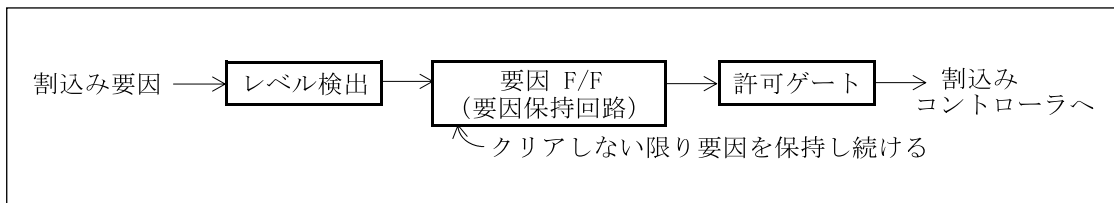
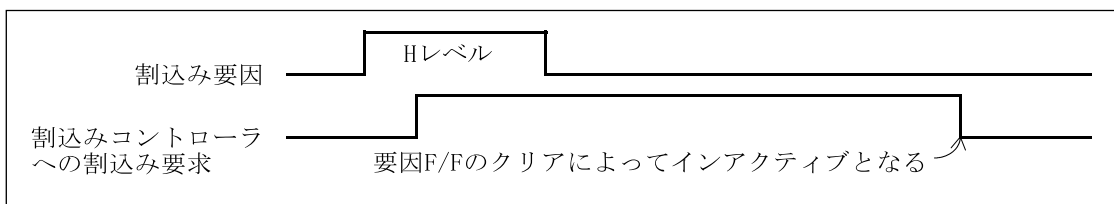

図 15.4-1 レベル設定時の要因保持回路のクリア
図 15.4-2 割込み許可時の割込み要因と割込みコントローラへの割込み要求
- 要求入力レベルがレベル検出の場合，外部より要求入力が入ってその後取り下げられても図 15.4-1に示すように，内部に要因保持回路が存在するので，割込みコントローラへの要求はアクティブのままです。割込みコントローラへの要求を取り下げるには，外部割込み要求フラグビットをクリアして，図 15.4-2に示すように要因保持回路をクリアする必要があります。